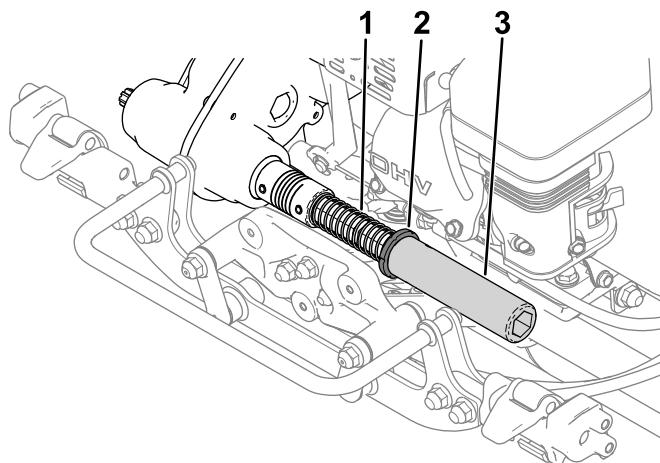

Bild 9
- Installieren Sie die Feder, den Bund und das Sechskantrohr an der Kupplungswelle des Getriebes (Bild 9).